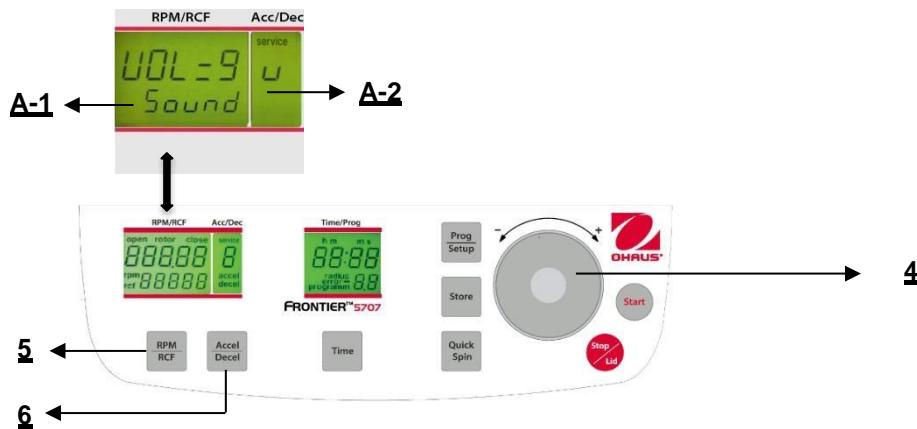

Figura. 30
Procedere come descritto al punto 4.1.2 per inserire questa modalità programma e poi premere il tasto "Accel/Decel" (6). Sul display "Acc/Dec" (A-2) lampeggia la parola "Service". Selezionare adesso la lettera "U" con la quadrante di regolazione (4). Di conseguenza, sul display "RPM/RCF" (A-1), appaiono le parole "Vol=0-9/Sound". Dopo aver premuto il tasto "RPM/RCF" (5), è possibile regolare il volume desiderato fra 0 (basso) e 9 (alto) con la quadrante di regolazione (4) (Vedere figura 30).